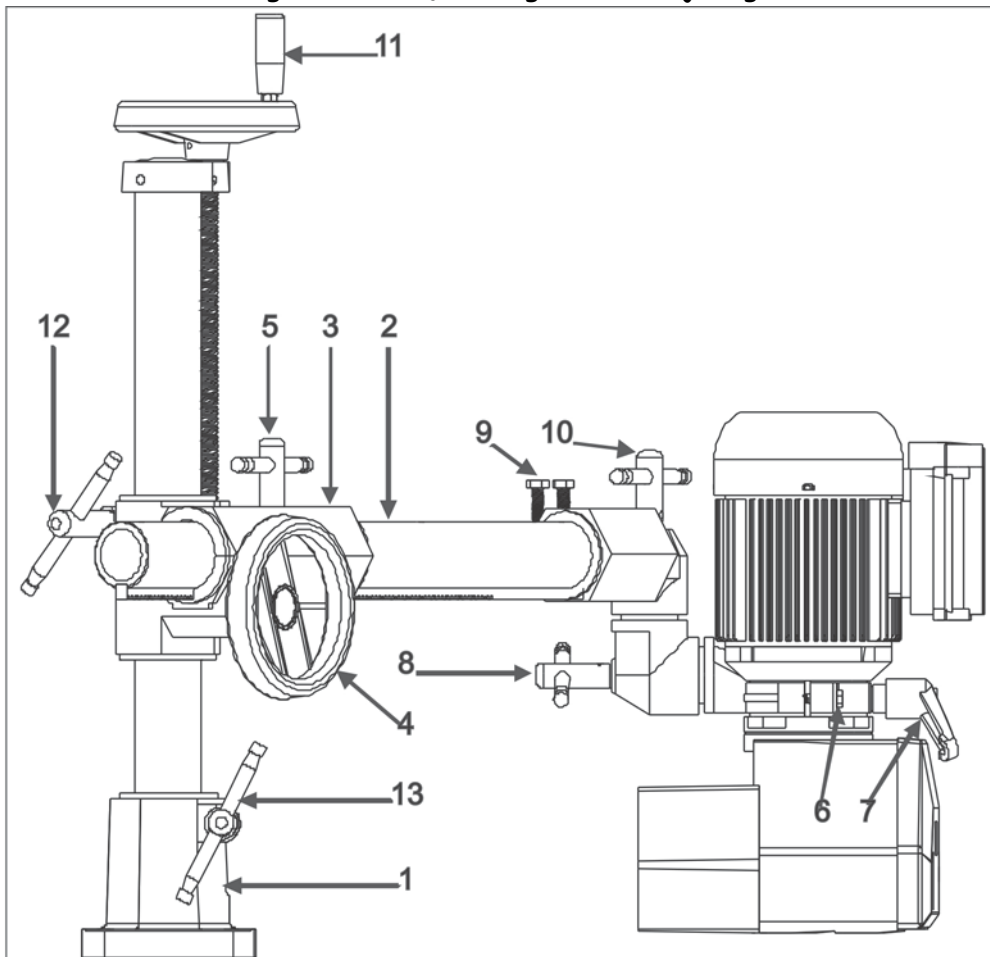

Fig. 6
Após fixado a base (1) à mesa siga as instruções seguintes (veja Fig. 6):
A) Insira o haste vertical na base (1). Aperte o manípulo e proceda a montagem do manípulo responsável pela elevação do conjunto (11). (Veja fig. 6).
- B) Insira o braço (2) no suporte de elevação (3). Faça girar o volante manual (4) algumas vezes. Aperte a alavanca (5)(Ver fig. 6).